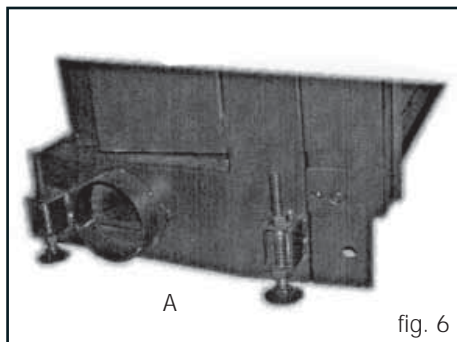

fig. 6
I CRISTAL possono essere montati solo in luoghi dove c'è sufficiente alimentazione di aria per la combustione. Per poter far funzionare il caminetto in modo corretto è essenziale far pervenire l'aria di combustione al focolare tramite un tubo fino alle apposite prese previste sui fianchi e dietro il caminetto. E' fornito un raccordo (A) di diametro 12,5 cm da applicare alla presa che si intende utilizzare (fig. 6).